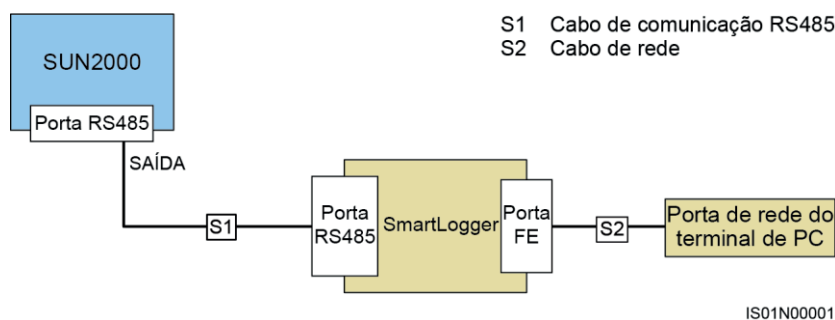

Figura 6.18: Modo de comunicação para um único SIW500H.
■ **Figura 6.18** mostra o modo de comunicação para um único SIW500H.